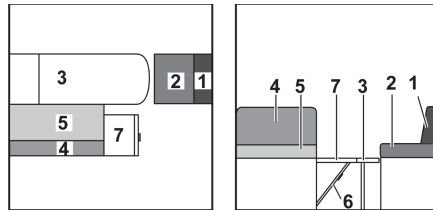

Fig. 168 Durante la transformación
- Plegar la prolongación del banco de asiento (Fig. 168,7) hacia arriba y colocar una cuña con la trampilla.
- Quitar el cojín del respaldo del asiento longitudinal (Fig. 168,1) y ponerlo a un lado.
- Tirar el cojín del asiento del asiento longitudinal (Fig. 168,2) hacia delante hasta la mesa.
- Tirar el del asiento del banco (Fig. 168,5) hacia adelante sobre la mesa.
- Plegar el cojín del respaldo del banco (Fig. 168,4) y tirarlo sobre la prolongación del banco.
- Colocar el cojín adicional (Fig. 168,9) entre el cojín del asiento y el del respaldo.
- Colocar los cojines adicionales (Fig. 168,10, 11 y 12) entre la pared lateral y los cojines sobre la mesa y el tablero.